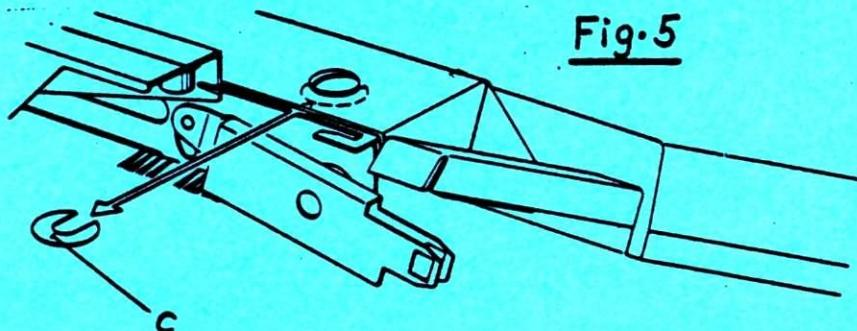

Fig.5
- d) Si le bec-fil se trouve trop haut, il faut ajouter des disques intercalaires (C) selon Fig. 5.
- e) Si le bec-fil se trouve trop bas, il faut enlever des disques intercalaires (C) selon Fig. 5.